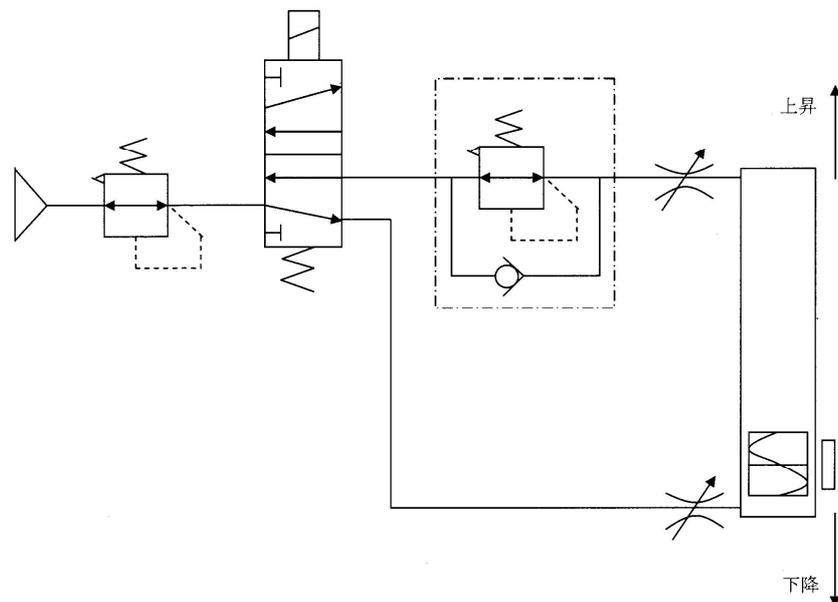

図7
- ①速度調整は弊社スピードコントローラ(ASシリーズ)の『絞り』タイプあるいはデュアルスピードコントローラを推奨します。(表3参照)
- ②メータイン、メータアウトタイプのスピードコントローラにて速度の調整は可能ですが、クッション効果(スムーズな起動、ソフト停止)が得られない場合があります。
- ③水平取付け以外の取付けの場合には、下降側に減圧供給回路(図7参照)を入れたシステムを推奨します。